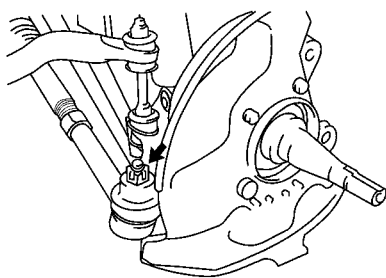

图 14-61 连接转向横拉杆
(6) 连接制动器管子（鼓式制动器）。使用制动器管接头螺母 $10\times 12\text{mm}$ 扳手，将鼓式制动器管子连接到车轮制动分泵上。
(7) 连接转向横拉杆。将转向横拉杆连接到转向节臂上，装上新的开口销，如图 14-61 所示。